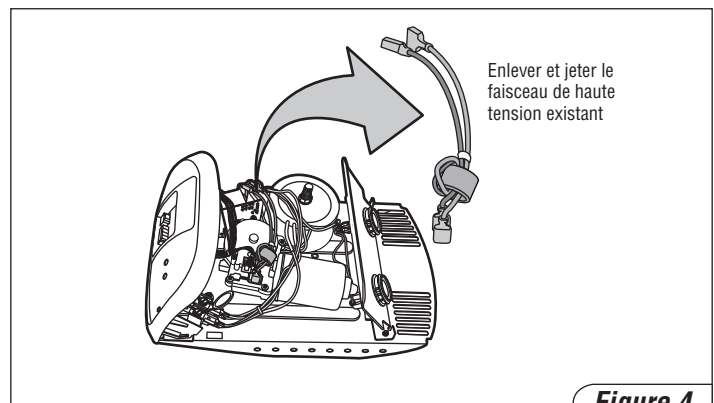

Figure 4
6. Débrancher du moteur les faisceaux de haute et basse tension. Le faisceau de haute tension existant n'est pas utilisé et doit être mis au rebut (Figure 4). Le moteur de remplacement a un faisceau de haute tension intégré.